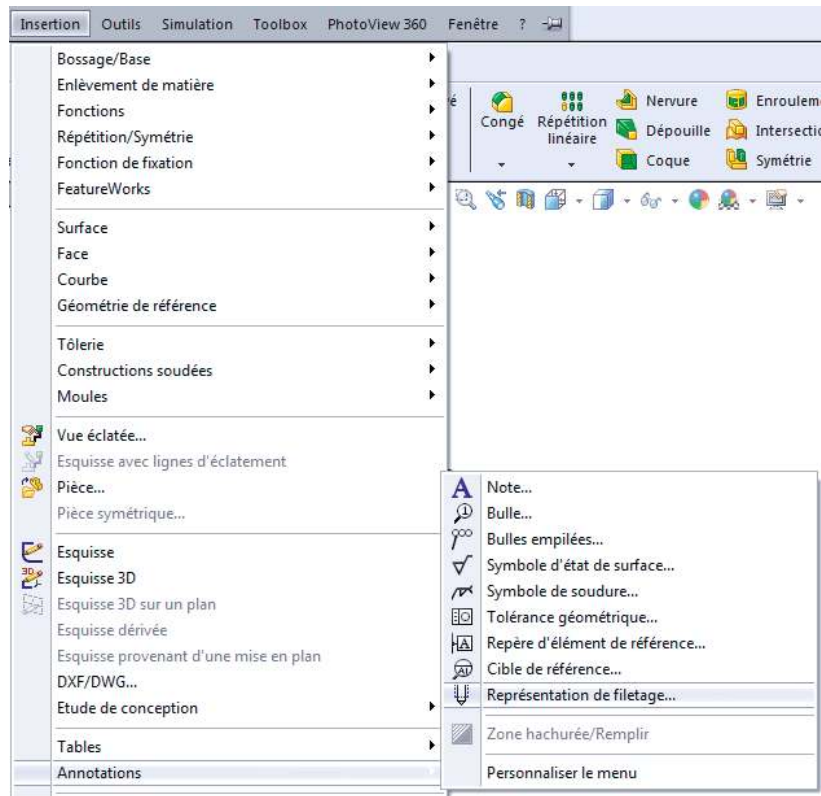

Figure 6
- Cliquer dans le menu déroulant « insertion » puis cliquer sur « annotations » ensuite cliquer sur « représentation de filetage » comme l'indique la figure 6.